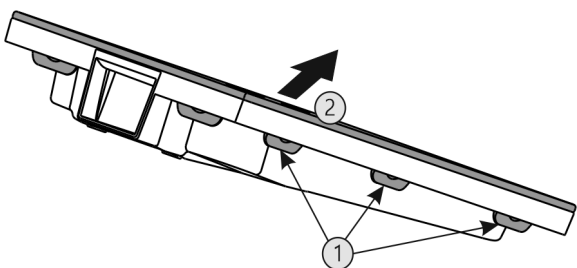

Fig. 48
- ▶ Wszystkie nakładki Fig. 48 (1) wcisnąć po kolei i zdjąć Fig. 48 (2) pokrywę.